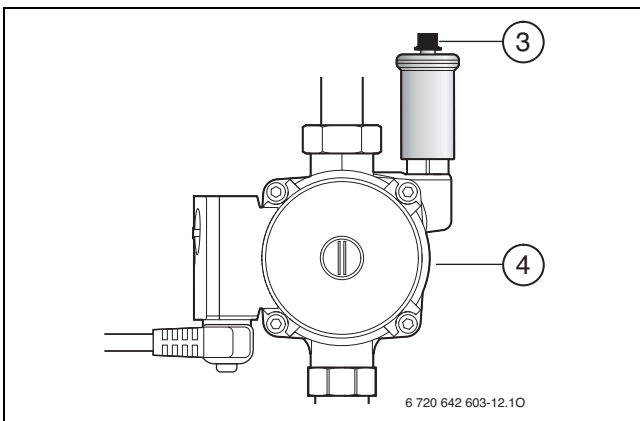

Fig. 22 Åbn kappen på den automatiske udlufter
- ▶ Udluft anlægget igen på lavenergi-solvarmepumpens automatiske udlufter (→ fig. 22, [3], side 17).